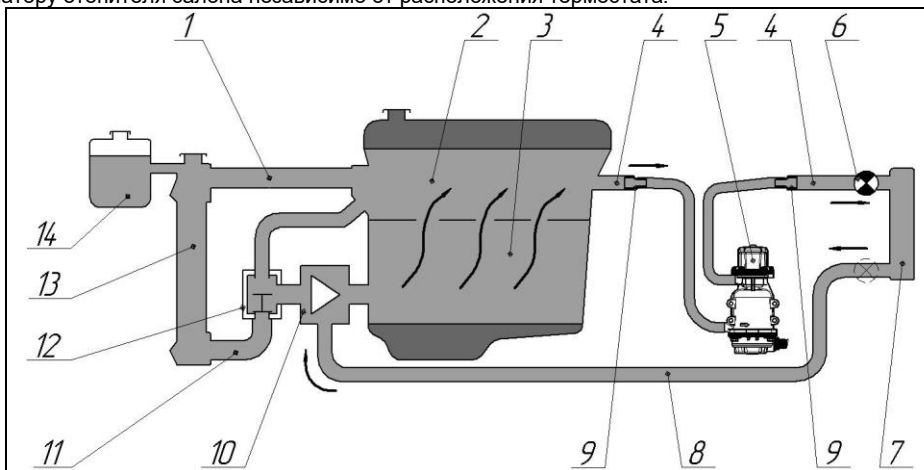

Рисунок 3
6.2 В состав комплекта входят детали и материалы, позволяющие произвести монтаж подогревателя на автомобиле по схеме, представленной на рис. 3. Подключение подогревателя к контуру циркуляции ОЖ производится через шланг подачи ОЖ от двигателя к радиатору отопителя салона независимо от расположения термостата.
6.3 Подогреватель должен быть установлен строго в вертикальном положении (насос вверху, рис. 3).
⚠ ВНИМАНИЕ! Для автомобилей оснащенных инновационной системой терморегулирования ИТМ (ряд бензиновых двигателей TSI, FSI и дизельных TDI концерна Volkswagen) монтаж подогревателя по схеме рис. 3 через отопитель салона не допускается из-за наличия в системе управляемых электромагнитных клапанов.